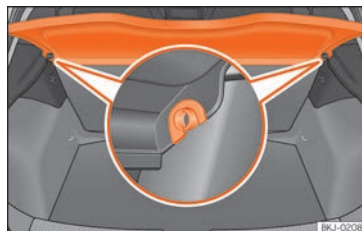

Fig. 138 În portbagaj: demontarea și montarea raftului depozitare spate.
- Scoateți copertina portbagajului din suporturile laterale » » » **fig. 138** trăgând în sus și în afară.
- Introduceți copertina orizontal, astfel încât „orificiile” să intre în axele suporturilor » » » **fig. 138** și apăsați până se fixează.